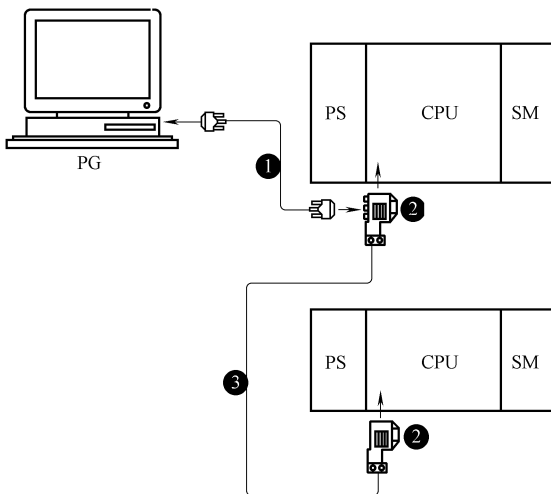

图 3-24 PG 作为调试设备的连接
2) 将 PG 作为临时调试设备, 在需要时与 PLC 网络进行现场连接, 连接如图 3-24 所示。